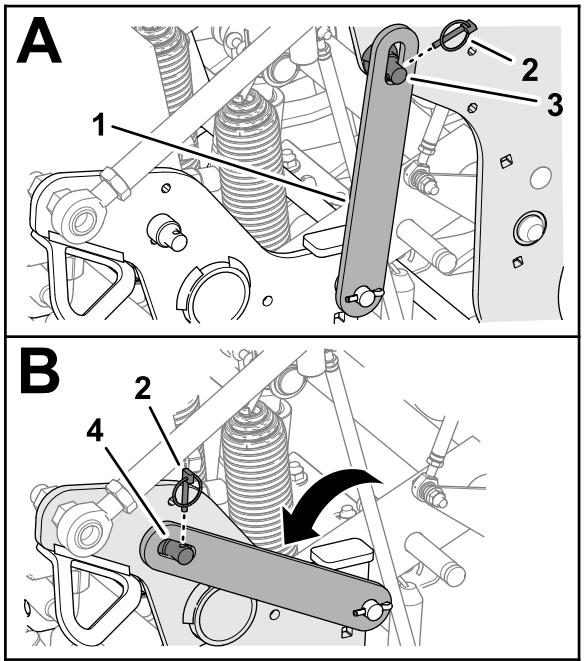

Рисунок 112
- Снимите шплинт с кольцом, который крепит предохранительный фиксатор к опорному штифту вала аэратора (Рисунок 112).